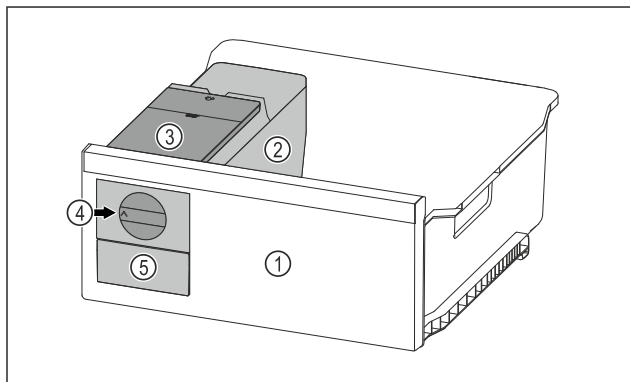

Fig. 97 Примерное изображение
- ▶ Поверните поворотную кнопку Fig. 97 (4) по часовой стрелке до упора.
- ▷ Кубики льда упадут из ванночки для кубиков льда в выдвижной ящик для кубиков льда Fig. 97 (5).